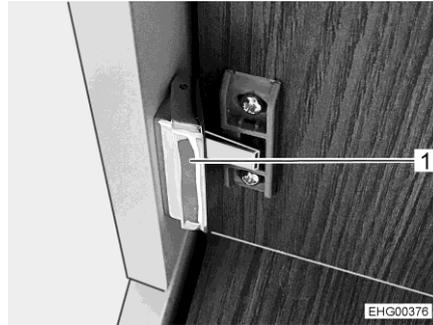

Fig. 63 Poignée de déverrouillage
- Presser la poignée de déverrouillage (Fig. 63,1) en passant simultanément la main derrière la porte de placard.